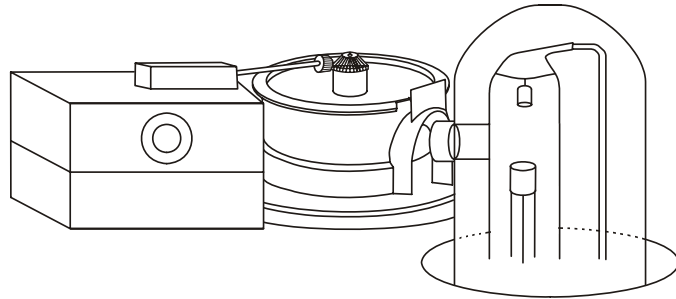

Fig. 8 Debye-Scherrer-Kamera mit Motortrieb
- Falls erforderlich zusätzlich den Motorantrieb (U19202) gemäß Fig. 8 platzieren. Dazu dessen Stecker in 4-mm-Buchse stecken. Dabei auf einwandfreien Lauf der Kegelzahnräder achten. Mittels des mitgelieferten Inbusschlüssels kann die Lage des Motorkegelrades auf der Achse verändert werden.